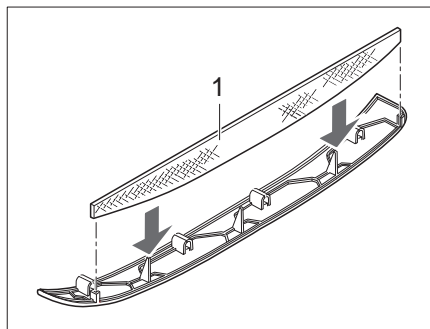
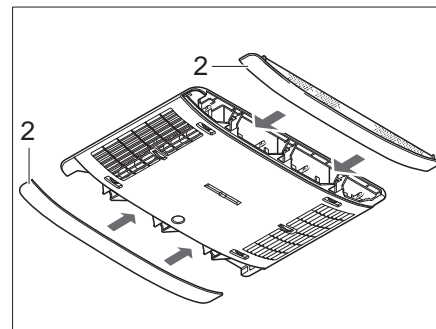

Bild 166 Flusenfilter Klimaanlage
Bild 167 Paneelen Klimaanlage
In den seitlichen Paneelen (Bild 167,2) befinden sich zwei Flusenfilter. Die Flusenfilter müssen in regelmäßigen Abständen, mindestens jedoch alle 6 Monate, gereinigt und bei Bedarf gewechselt werden.
- Paneele (Bild 167,2) vom Luftverteiler abziehen und Flusenfilter (Bild 166,1) reinigen oder bei Bedarf wechseln.